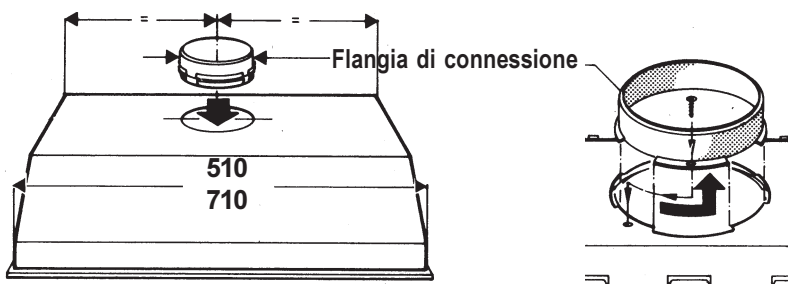

Fig. 1
- I fumi vengono espulsi all'esterno attraverso un tubo collegato alla flangia. **Fig. 1.**